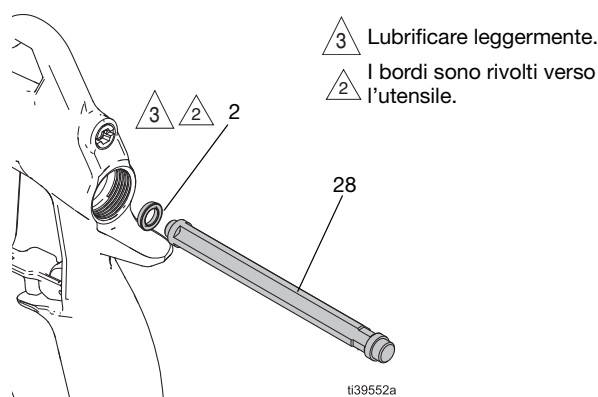

FIG. 47: Installazione della guarnizione a U
5. Posizionare la nuova guarnizione a U (2) sull'utensile per l'installazione della tenuta (28), con i bordi della guarnizione ad U rivolti verso l'utensile. Vedere FIG. 47.
6. Spingere con decisione la guarnizione a U (2) nella parte posteriore della pistola fino a far scattare in posizione la guarnizione a U (2).
7. Installare il grilletto della pistola (9). Vedere **Installare il grilletto**, pagina 30.